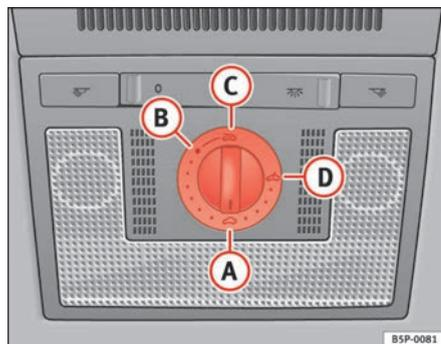

Fig. 70 Dettaglio del rivestimento interno del tetto: manopola del tettuccio scorrevole / sollevabile
- Ruotare la manopola sulla posizione **A** ⇒ fig. 70 ⇒